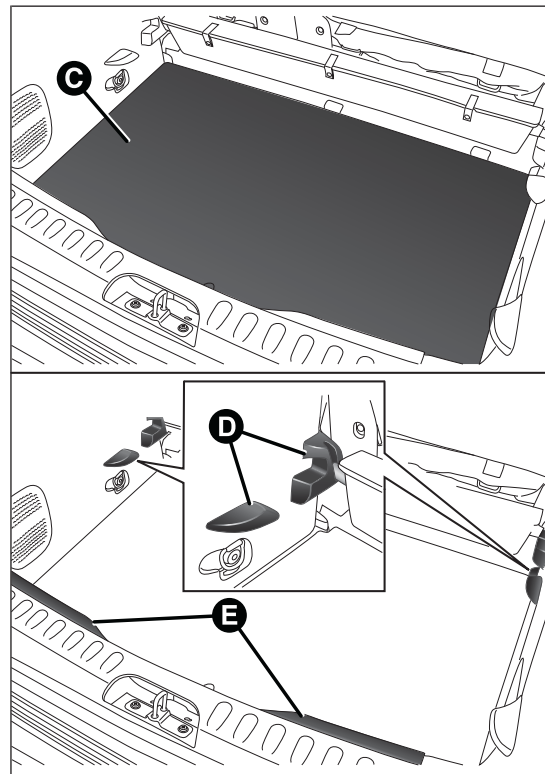

fig. 95
- ❑ introducir los objetos deseados en el compartimento C fig. 95;
- ❑ a continuación, volver a colocar correctamente la plataforma B en los correspondientes alojamientos D fig. 95 presentes en los laterales y en el travesaño trasero E.